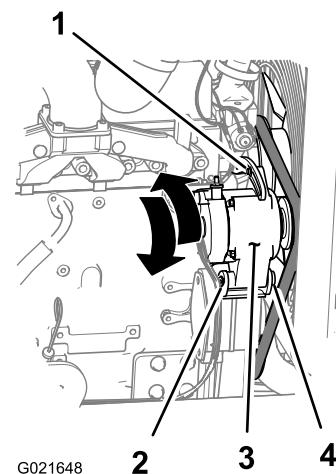

Рисунок 86
- Ослабьте гайку и болт в шарнирном креплении генератора (Рисунок 86).
- Ослабьте затяжку регулировочного болта на генераторе (Рисунок 86).
- Отведите генератор в сторону от двигателя, чтобы увеличить натяжение ремня; подведите генератор ближе к двигателю, чтобы снизить натяжение ремня (Рисунок 86).
- Затяните регулировочный болт генератора (Рисунок 86).
- Если натяжение ремня правильное, затяните гайку и болт в шарнирном креплении генератора (Рисунок 86); в противном случае повторите действия, указанные в пунктах 2 – 5.
позволяющей снять его со шкива генератора (Рисунок 86).